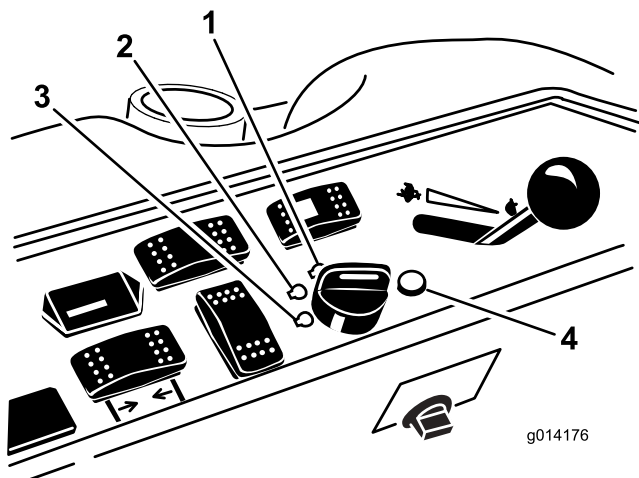

Рисунок 20
6. Поверните ключ зажигания по часовой стрелке в положение РАБОТА (Рисунок 20).